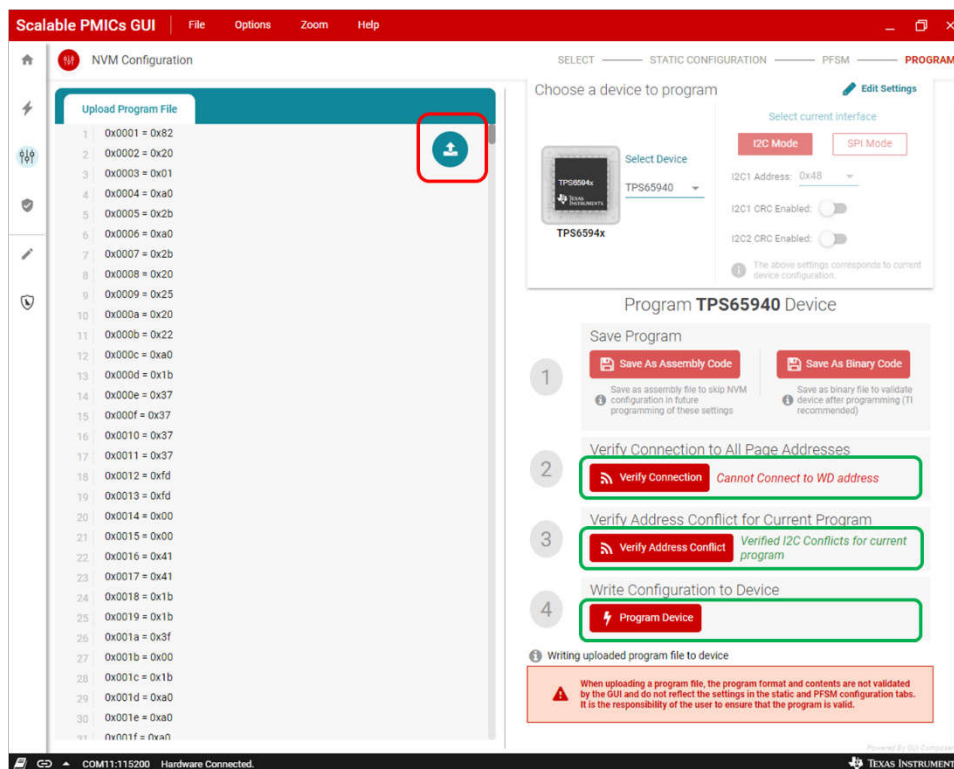

图 5-4. Program NVM 界面 2
- 载入 NVM 文件后的界面如图 5-4 所示，如果需要更换固件可以点击红框所示的图标重选 NVM 文件。最后从上自下点击绿色框的按钮，查看连接状态并开始烧录。若看到图示的那样红字显示 cannot connect to WD address 的提示也是正常的，原因参考硬件部分步骤 5 的说明。